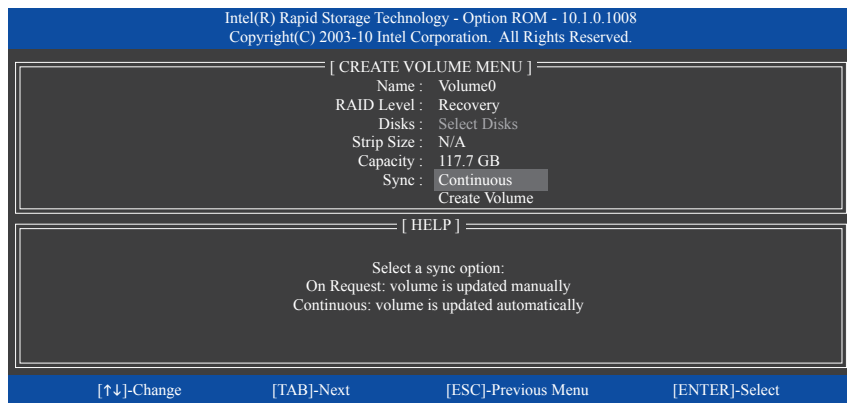

図 11
**Sync** の下で、**Continuous** または **On Request** を選択します (図 11)。**Continuous** に設定されているとき、両方のハードドライブがシステムの取り付けられていれば、マスタドライブのデータを変更するとその変更はリカバリドライブに自動的かつ連続してコピーされます。**On Request** では、オペレーティングシステムの Intel Rapid Storage Technologyユーティリティを使用してマスタドライブからリカバリドライブに手でデータを更新できます。**On Request** では、マスタドライブを以前の状態に復元することもできます。